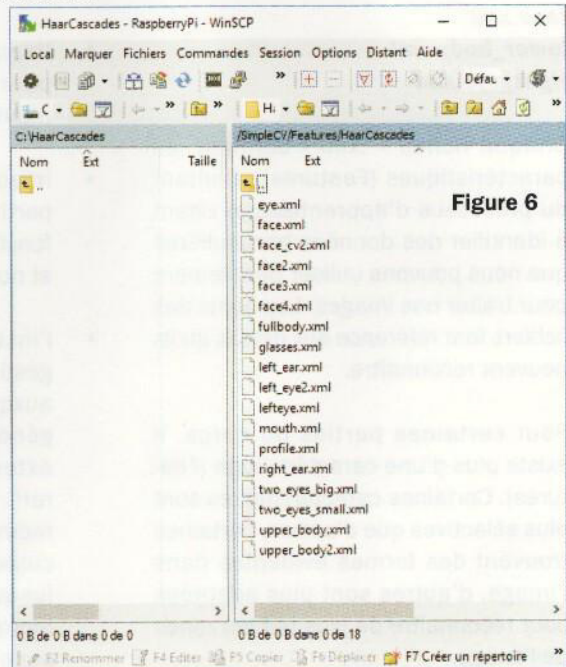

Figure 6
Dans les exemples suivants, nous nous concentrons sur la reconnaissance du visage et des détails du corps humain, pour lesquels nous avons les caractéristiques « Haar Cascade ». Quelles sont-elles ? Celles pour lesquelles les développeurs de OpenCV et de SimpleCV ont effectué le processus d'apprentissage et qui l'ont intégré dans les deux librairies. Nous les trouvons dans le dossier (voir la figure 6) :
- avec la fonction « listHaarFeatures() », ajoute à la console la liste des caractéristiques (Features) disponibles, comme nous l'avons vu plus haut en figure 6 ;